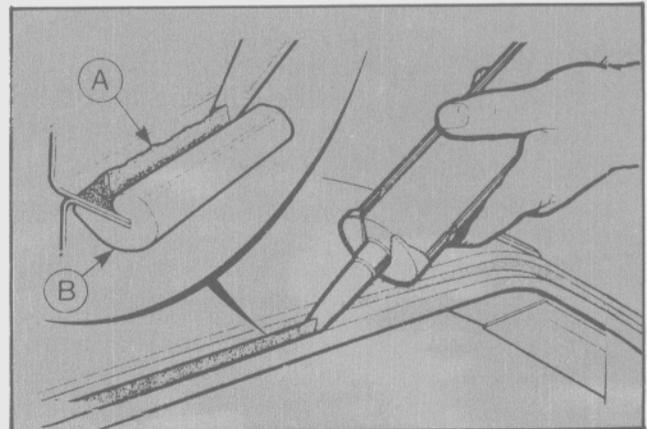

Fig. 17 - Aplicación del cordón de adhesivo y su espesor correcto.
- Apoyar la boquilla aplicadora del adhesivo contra la moldura interior y aplicar un cordón de adhesivo a lo largo de la estructura. El contorno del cordón debe ser igual al ilustrado en la figura 17 y debe ser aproximadamente 5 mm más alto que la moldura interior (Fig. 17).